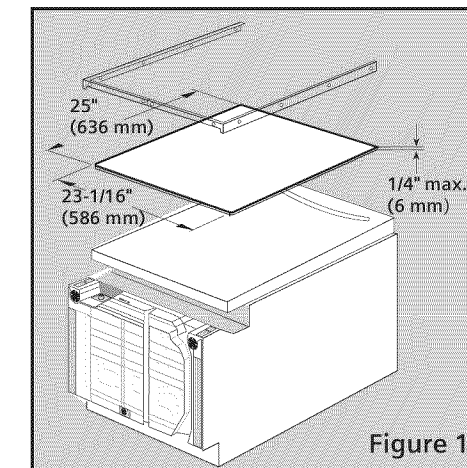

Figure 1
Accessory Door Panel kits allow you to install a custom panel (up to 1/4" thick) on your dishwasher. The panel dimensions are shown in Figure 1. Install the panel before sliding the dishwasher into place. Contact Customer Service to see if a kit is available for your model and to obtain ordering instructions.
Ce nécessaire permet d'installer un panneau sur mesure (jusqu'à 1/4 po d'épaisseur sur le lave-vaisselle). Les dimensions du panneau sont données à la figure 1. Installer le panneau avant d'insérer l'appareil en place. Communiquer avec le service à la clientèle pour savoir si un nécessaire est disponible pour le modèle acheté et obtenir les instructions de commande.
- Do the openings for electric cable, water line and drain hose routing through cabinet fit within the shaded area in figure 1?